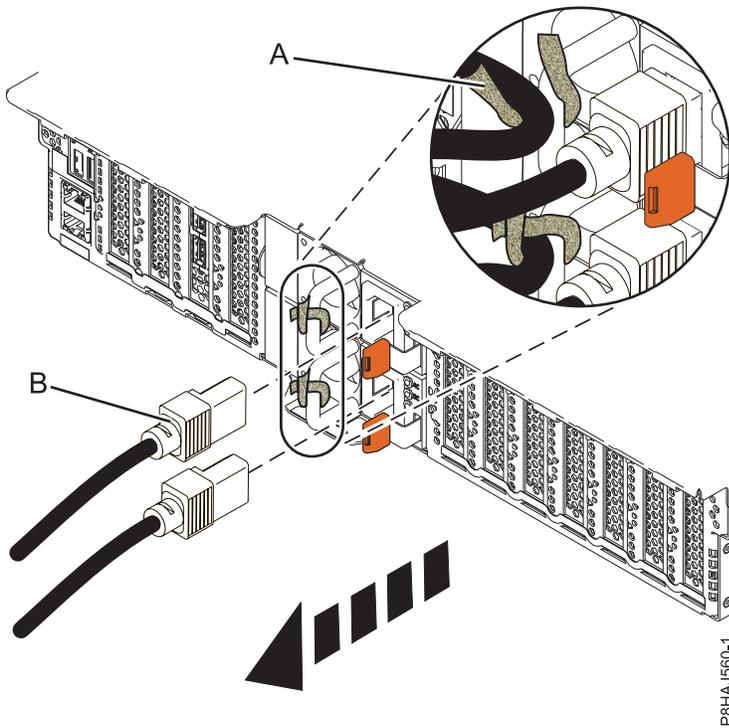
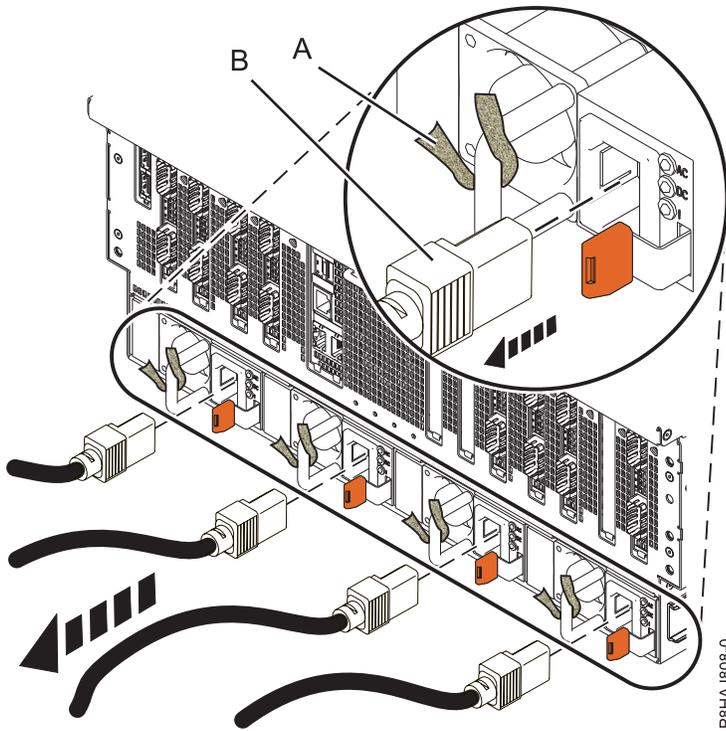

Abbildung 103. Netzkabel bei einem System vom Typ 5148-21L, 5148-22L, 8247-21L, 8247-22L, 8284-21A oder 8284-22A abziehen
Abbildung 104. Netzkabel bei einem System vom Typ 8408-44E oder 8408-E8E abziehen
3. Ziehen Sie die Netzkabel (**B**) von der Systemeinheit ab. Siehe Abbildung Abb. 102 auf Seite 129, Abb. 103 auf Seite 129 oder Abb. 104 auf Seite 130 (abhängig von Ihrem Systemtyp).